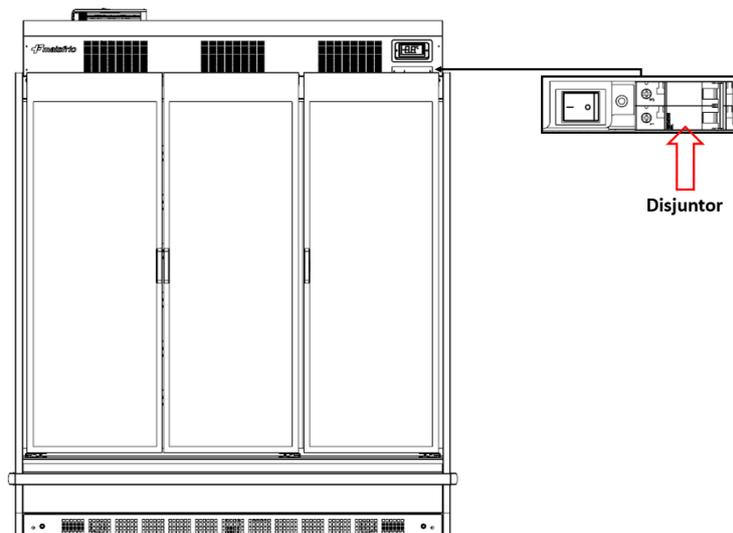

Figura 2: Localização do disjuntor proteção de sobrecarga (Liga / Desliga expositor)
- 1 - Os equipamentos possuem um sistema de proteção de corrente elétrica através de disjuntor que fica localizado na região superior direito do expositor, conforme figura 2. O disjuntor se aciona caso haja uma sobrecarga de corrente elétrica.
- 2 - O expositor pode ser ligado ou desligado através desse disjuntor localizado na região superior direito do expositor, conforme figura 2.